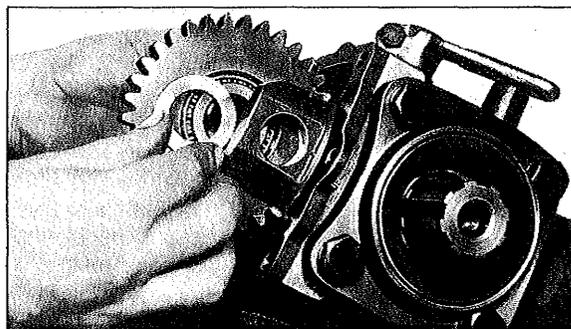

Fig. 65
2.7 Avec l'outil „13“, introduire à force le roulement à billes (3) et l'arbre de sortie dans le boîtier jusqu' à ce que l'épaulement de cet arbre vienne en appui contre le roulement à billes (22). Badigeonner le couvercle de fermeture (1), sur le diamètre extérieur, à l'aide de pâte d'étanchéité ou de mastic d'étanchéité et, ensuite, l'enfoncer dans l'alésage.
Introduire la bague intérieure du roulement à rouleaux (34) dans l'engrenage double (35). Introduire l'engrenage double dans le boîtier en le faisant glisser et en mettant une rondelle appropriée (36) (fig. 65). La rondelle (36) doit être choisie de telle façon que l'engrenage double n'ait pas de jeu, mais sans toutefois se coincer. Cette rondelle est disponible dans les épaisseurs suivantes: 2,1; 2,3; 2,5 et 2,7 mm. Enfoncer l'axe (37) avec le trou orienté vers la bride de sortie.